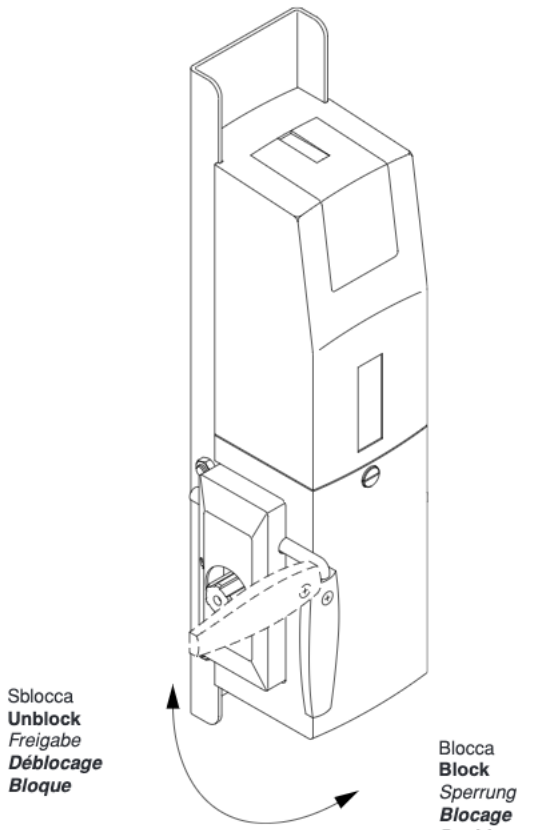

Fig.11
7.1 Sblocco interno a maniglia (fig. 11).